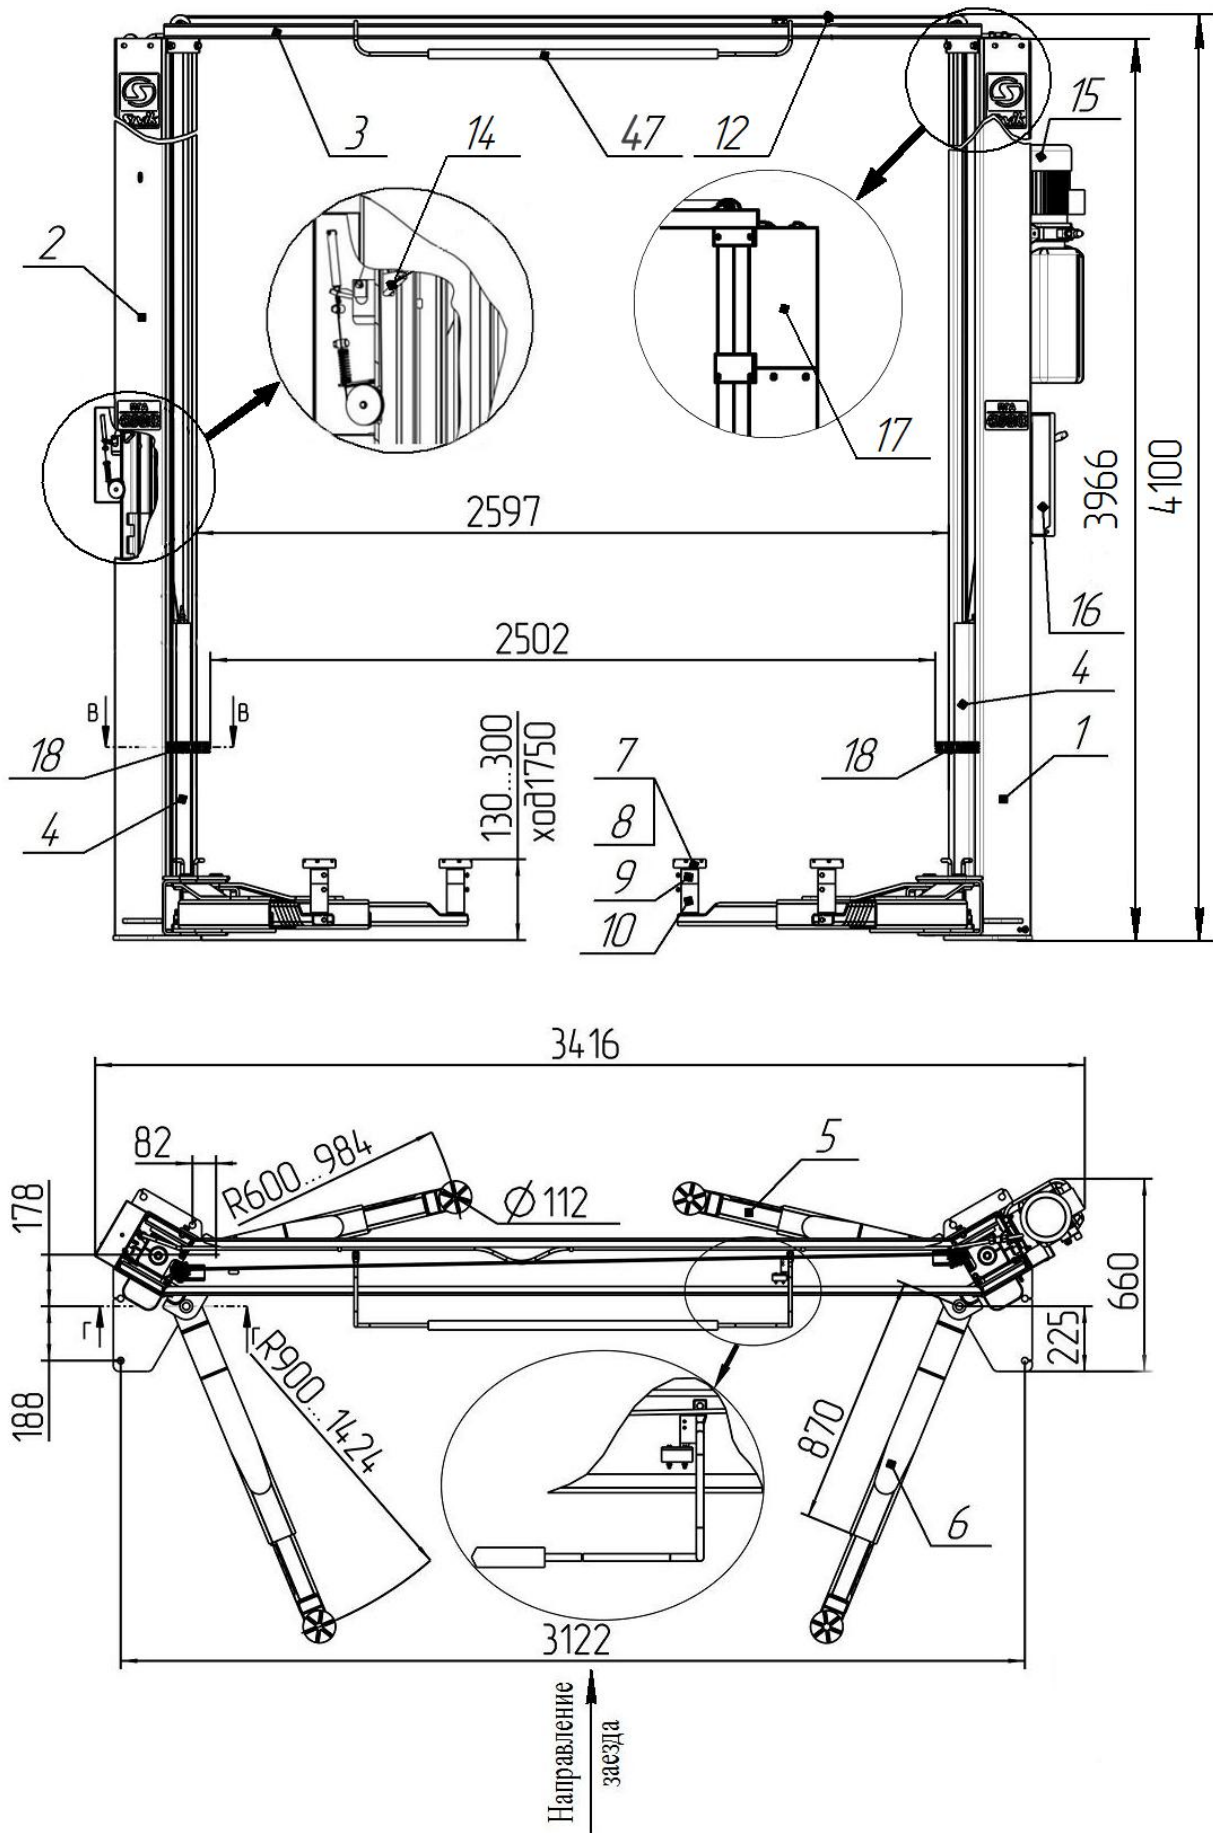
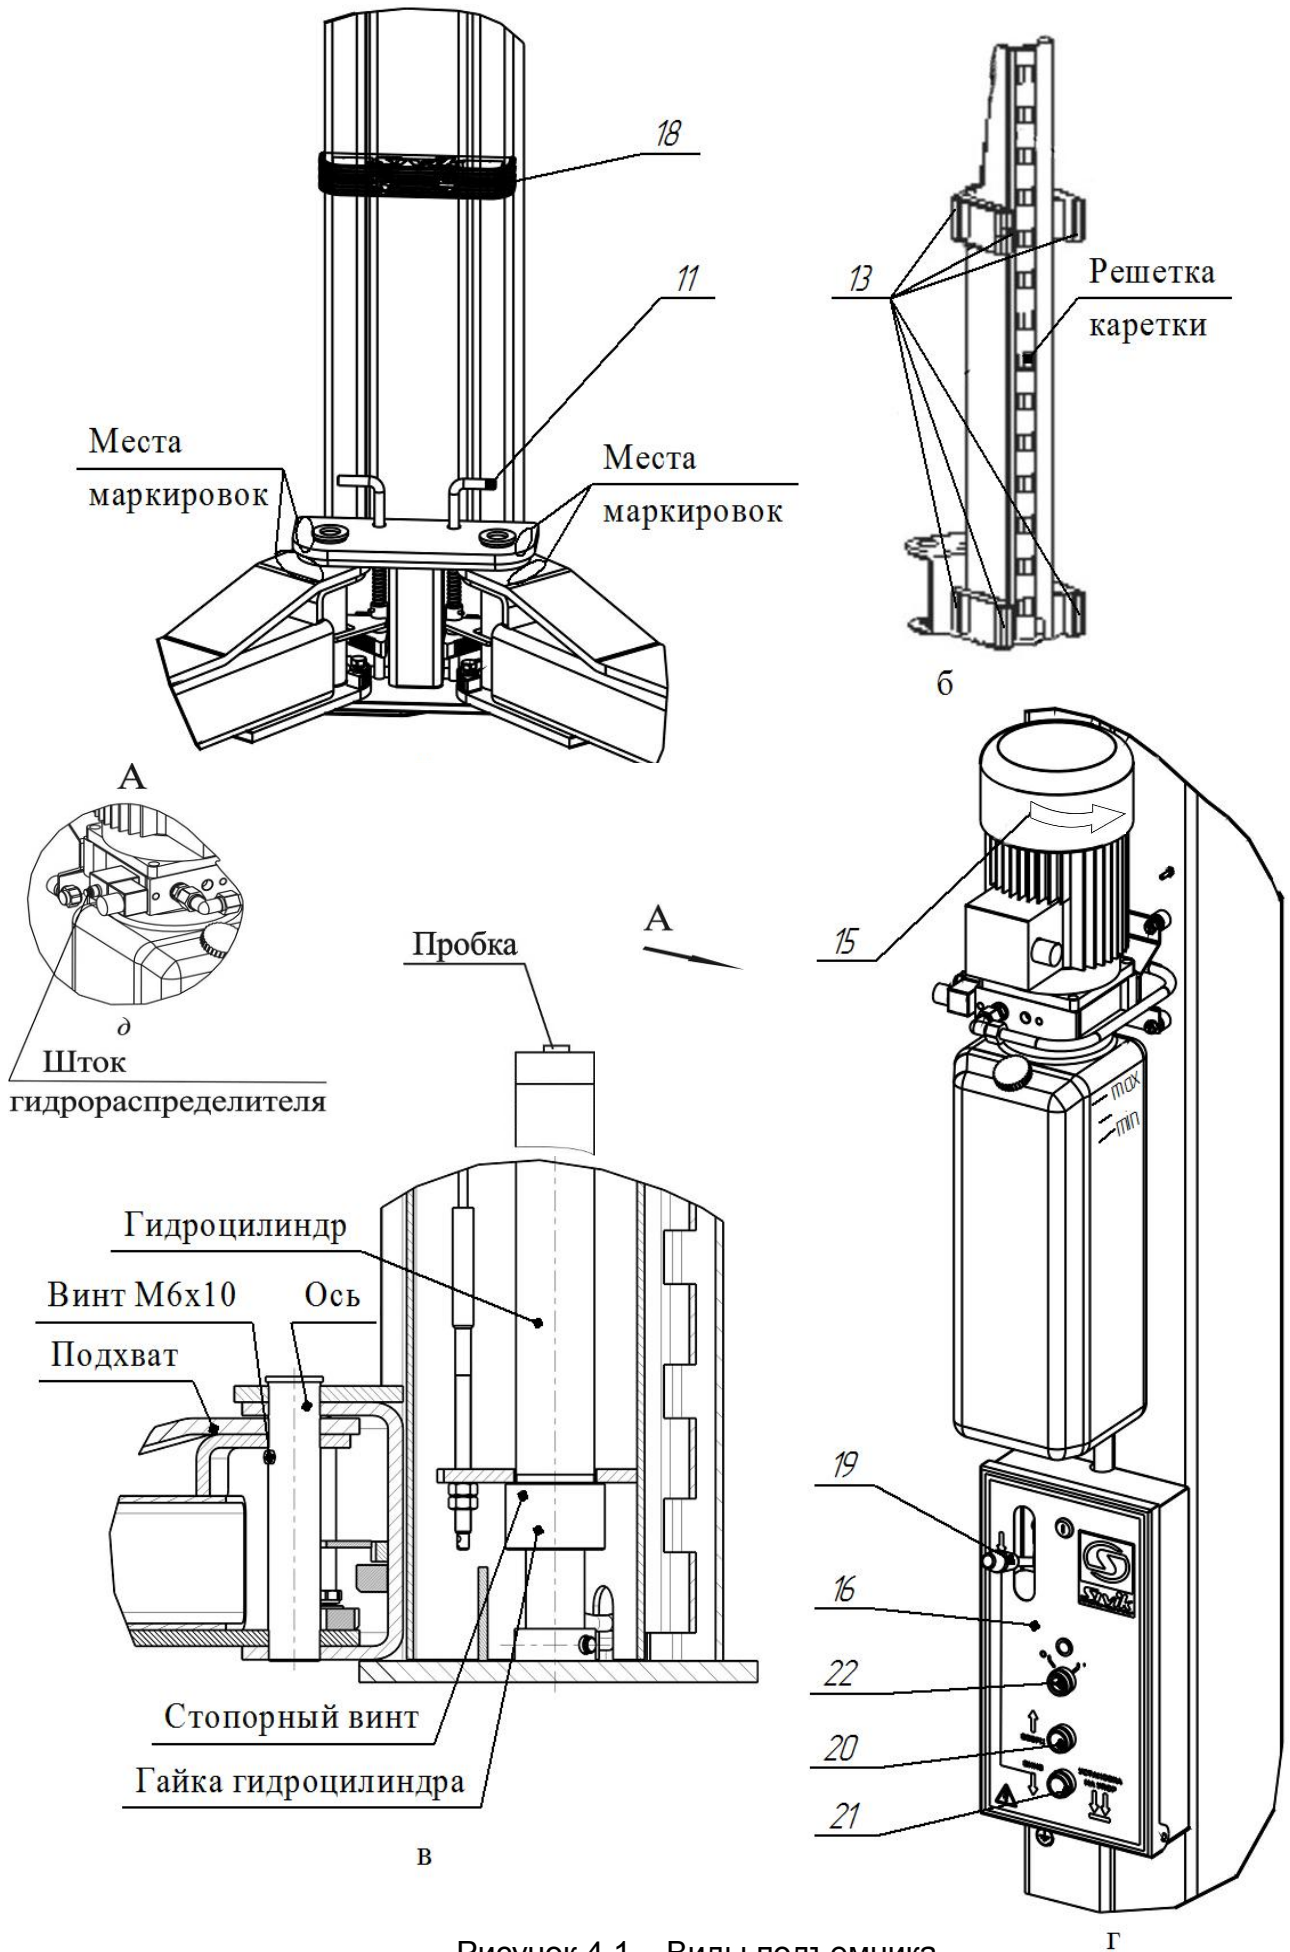

Рисунок 3.1 - Общий вид подъемника
Рисунок 4.1 – Виды подъемника
Подъемник (рисунок 3.1) состоит из двух стоек коробчатого сечения - правой 1 и левой 2 с надставками 17 на каждой, соединенных между собой перекладиной 3. В стойках размещены каретки 4 с закрепленными на них поворотными телескопическими подхватами 5 и 6 разной длины. На концах подхватов 5, 6 установлены опоры 7, втулки резьбовые 8, втулки 9, 10, фиксируемые болтом М8х16. Подхваты фиксируются стопорными устройствами 11 (рисунок 4.1 а), автоматически срабатывающими при подъеме автомобиля. При опускании кареток 4 в крайнее нижнее положение происходит автоматическое расстопорение подхватов 5 и 6. Каретки 4 приводятся в движение гидравлическими цилиндрами, установленными внутри стоек. Подъемник снабжен системой 12 тросовой синхронизации движения кареток 4.
Каждая каретка 4 (рисунок 4.1 б) снабжена полиамидными ползунами 13, скользящими по беговым дорожкам стоек 1 и 2. Каретки фиксируются на требуемой высоте стопорами-защелками 14 (рисунок 3.1), закрепленными на стойках 1,2 и входящими в зацепление с решетками на каретках 4.
На правой стойке (рисунок 4.1 г) размещена насосная станция 15 с пультом управления 16. Внутри насосной станции 15 находится клапан предохранительный, предотвращающий перегрузку в гидросистеме. Клапан предохранительный настроен на заданное давление и опломбирован.
- касании автомобилем ограничительной дуги 47 перекладины 3 (рисунок 3.1);
Для предотвращения повреждения дверей автомобиля (при открывании) на каретки 4 установлены накладки 18, фиксируемые винтами М8х30, шайбами 8Г и шайбами 8 (рисунок 3.1 и рисунок 4.1 а).
Управление подъемником осуществляется рычагом 19 (рисунок 4.1 г) и двумя кнопками 20 и 21, установленными в пульте управления 16. Рычагом 19 осуществляется расстопорение кареток 4, а кнопками 20 и 21, подъем (кнопка 20) и опускание (кнопка 21) кареток 4.
**ВНИМАНИЕ!** Перед сборкой проверить затяжку гаек гидроцилиндров и стопорных винтов (рисунок 4.1 в).
Для того чтобы проверить срабатывание упругой тяги 31, необходимо одному человеку прижать рукой защелку 14 к стойке 2, а другому повернуть рычаг 19 (рисунок 4.1 г) вниз. Упругая тяга 31 должна вытянуться на полный ход штока 30.
При повороте рычага 19 вниз (рисунок 4.1 г), защелка на левой стойке должна отвестись, так же как отвелась защелка на правой стойке. При повороте рычага 19 вверх (рычаг 19 должен удерживаться в верхнем положении пружиной), защелки на левой и правой стойке должны вернуться в исходное положение. Регулировка проводится выборкой слабины тросика 23 и обжатием петли от вытягивания зажимом 29.
6.9 Открутить пробку бака насосной станции 15 и залить масло (около 12 л) до верхней метки «МАХ» (рисунок 4.1 г). Уровень масла контролировать визуально. Установить пробку бака на место.
- кратковременным нажатием на кнопку 20 (двигатель должен работать, вращение крыльчатки по стрелке на кожухе эл. двигателя, а из бака должно убывать масло, рисунок 4.1 г).
- отвернуть пробки у каждого гидроцилиндра на один оборот (рисунок 4.1в)
6.13 Подхваты 5, 6 установить согласно маркировки как представлена на рисунке 4.1а и зафиксировать осями к кареткам 4 стоек (рисунок 4.1 в). Оси фиксировать винтами М6х10. Допускается разновысотность подхватов до 10 мм. Убедитесь, что подхваты фиксируются стопорными устройствами 11.